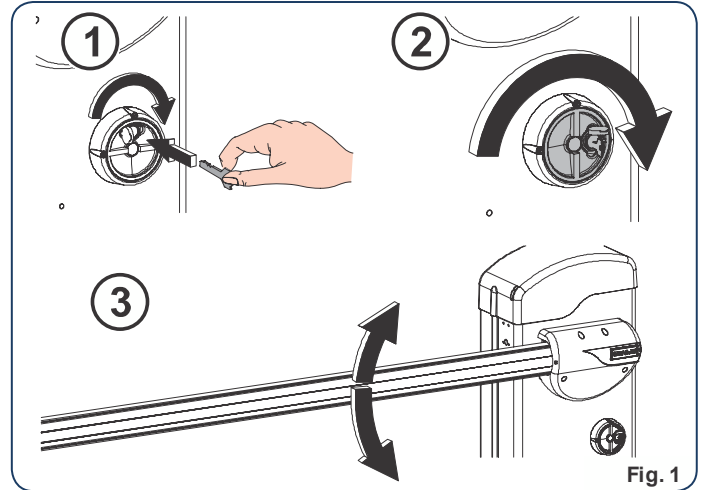

Fig. 1
- Introduzca la llave en el dispositivo de desbloqueo y gírela en sentido horario hasta el tope, como se indica en la fig. 1 ref. ①.
- Gire el dispositivo de desbloqueo en sentido horario hasta su tope, fig. 1 ref. ②.
- Mueva manualmente la barra, fig. 1 ref. ③.